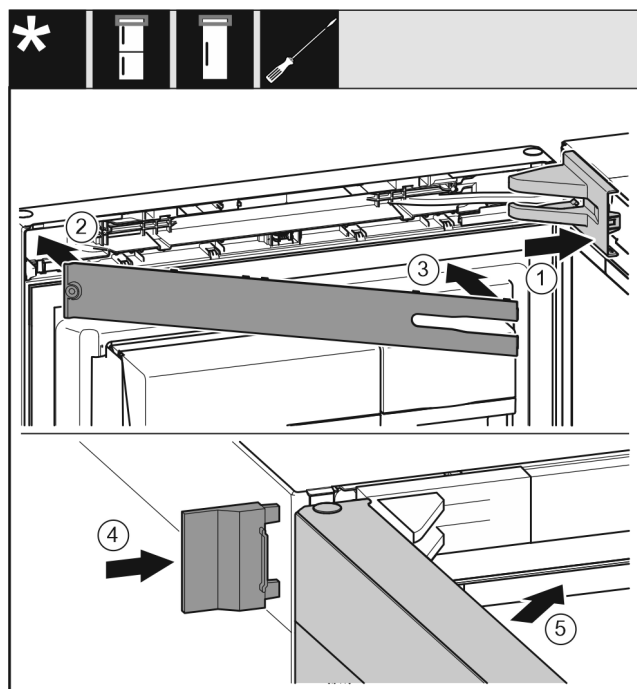

Fig. 62
- ▶ Mettre en place le cache du support de palier Fig. 62 (1) et l'enclencher. Au besoin, l'écarter avec précaution.
- ▶ Poser le cache Fig. 62 (2).
- ▶ Faire pivoter le cache Fig. 62 (3) et l'enclencher.
- ▶ Insérer le cache extérieur Fig. 62 (4).
- ▶ Fermer la porte supérieure Fig. 62 (5).